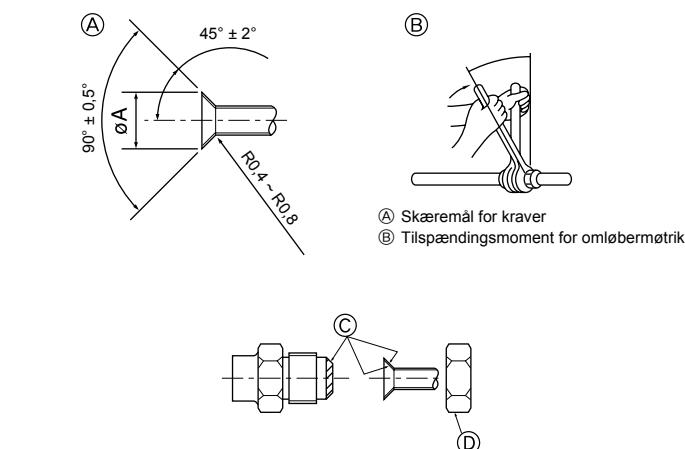

Fig. 4-1
- Kom et tyndt lag køleolie på rør og samlingsoverflade, før stramning af brystmøtrikken. (A) (Fig. 4-1)
- Anvend to skruenøgler til at spænde rørforbindelserne. (B) (Fig. 4-1)
- Påfør kølemaskineolie på hele opkravningssædets overflade. (C) (Fig. 4-1)
- Brug koniske møtrikker til følgende rørstørrelse. (D) (Fig. 4-1)
Ⓐ (Fig. 4-1)
Ⓑ (Fig. 4-1)